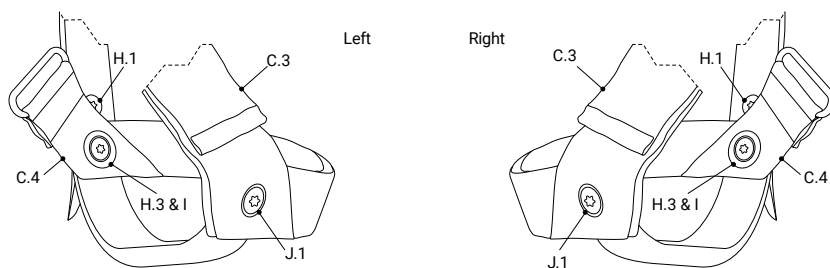

図 3: 下部ベルクロスストラップ
20.020の取り付けでは、インステップストラップ (C.3) とストラップ付き縫い付けリング (C.4) を図3のように配置してください。